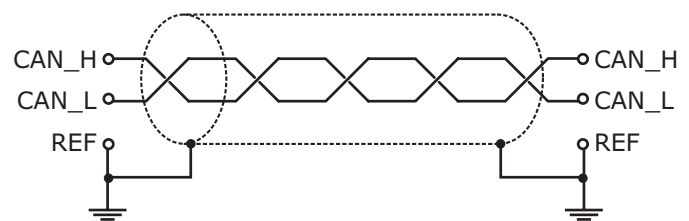

Figura 1.1.2
- per reti di breve lunghezza ed in condizioni di terre equipotenziali, si consiglia il tipo di connessione in Figura 1.1.2, in grado di fornire un'alta immunità ai disturbi ed in grado di lavorare ad alta velocità. Tale schema è consigliato per trasmissioni ad 1Mbit.